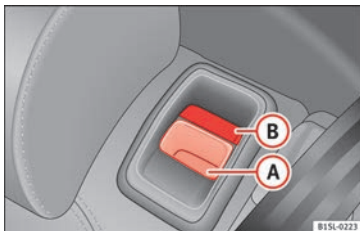

Fig. 136 Asiento trasero: tecla de desbloqueo **A**; marca roja **B**.
- Tire de la tecla de desbloqueo » **fig. 136 A** hacia delante y levante al mismo tiempo el respaldo del asiento trasero.